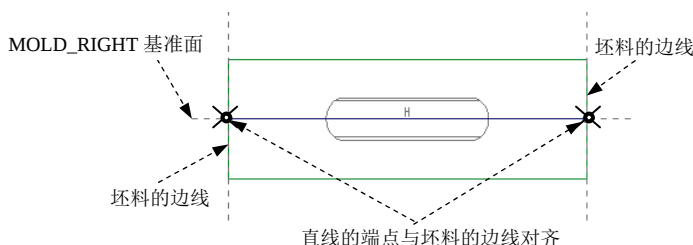
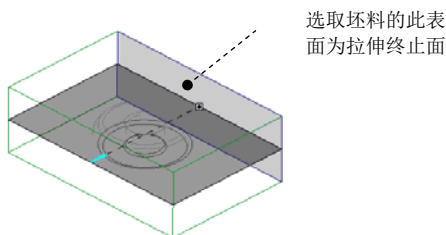

图 18.2.17 截面草图
图 18.2.18 选取拉伸终止面
(3) 截面草图。选取图 18.2.17 所示的坯料的边线和 MOLD_RIGHT 基准面为草绘参考; 绘制如该图所示的截面草图 (截面草图为一曲线), 完成截面的绘制后, 单击“草绘”操控板中的“确定”按钮 。
(4) 设置深度选项。
① 在操控板中, 选取深度类型  (到选定的), 如图 18.2.18 所示。
② 将模型调整到图 18.2.18 所示的方位, 然后选取图中的坯料表面为拉伸终止面。
③ 在操控板中单击  按钮, 完成特征的创建。